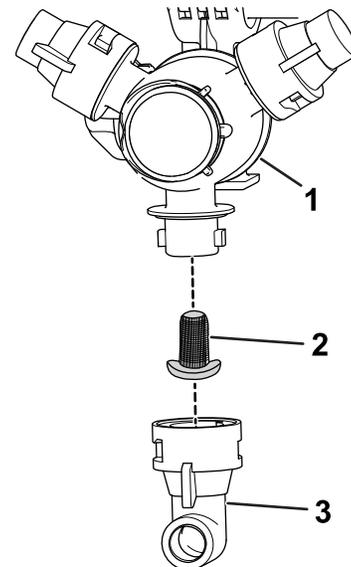

Bild 62
2. Nehmen Sie die Düse vom Sprühdrehkreuz ab (Bild 62).
3. Entfernen Sie den alten Düsenfilter (Bild 62).
4. Setzen Sie den neuen Düsenfilter ein (Bild 62).
5. Setzen Sie die Düse auf das Sprühdrehkreuz auf (Bild 62).